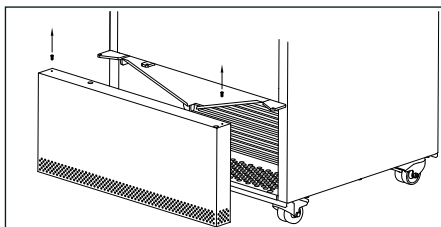
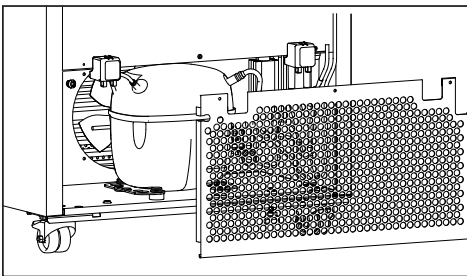

Abb. 11
Abb. 13
2. Entfernen Sie die Blende unter der Tür durch lösen der beiden Schrauben. Verwenden Sie einen 2 mm Inbusschlüssel. Siehe Abb. 11
Das Lüftungsgitter, der Kondensator, der Kompressor und das Kompressorfach muss auch frei von Staub und Schmutz sein. Reinigen Sie es mit einem Staubsauger regelmäßig. Entfernen Sie die untere Blende unter der Tür durch Lösen der beiden Schrauben (siehe Abb. 11) Wiederholen Sie den Vorgang auf der Rückseite (siehe Abb. 13)